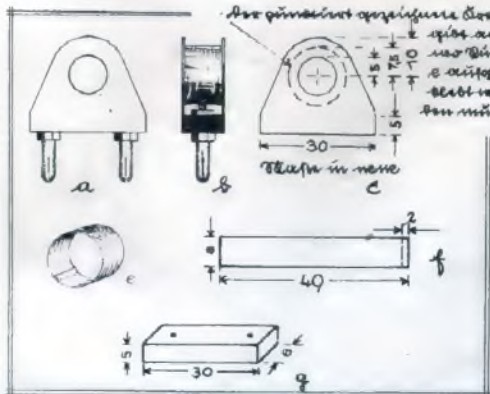

Abb. 2. Die Einzelteile, aus denen die selbstgebaute Liliputspule besteht.
1. Bau einer Liliput-Steckspule. Zur Herstellung dieser Spule ist folgendes erforderlich: Einige Streifen Zelluloid (0,5—1 mm dick); geringe Mengen des in jeder Drogerie erhältlichen Azetons; Stecker wie in Abb. 2; etwas Trolit (ungefähr 5 mm stark); Spulendraht wie oben angegeben. Zuerst stellen wir uns nach Abb. 2c aus dem Zelluloid kleine Scheiben her, von denen zwei für jede Spule benötigt werden. Aus demselben Material wird dann ein kleiner Streifen (Abb. 2f) ausgeschnitten, dessen Enden umgebogen und mittels Azetonlösung zusammengeklebt werden. (Die Azetonlösung wird durch Auflösen von Zelluloid in Azeton bis zur Sättigung hergestellt.) Es entsteht so ein kleiner Zylinder (Abb. 2e): der eigentliche Träger der Spulwicklung. Aus solch einem Ring und zwei der Scheibchen c fertigen wir nun gleichfalls mit Hilfe von Azetonlösung den Spulenkörper, der nach gutem Trocknen der Klebstellen zur Aufnahme der Wicklung bereit ist.